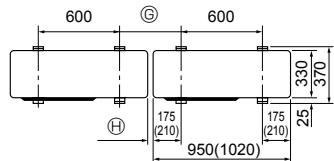

Fig. 3-1
- Enheden skal monteres på en solid, plan overflade for at forhindre raslyde under anvendelsen. (Fig. 3-1)